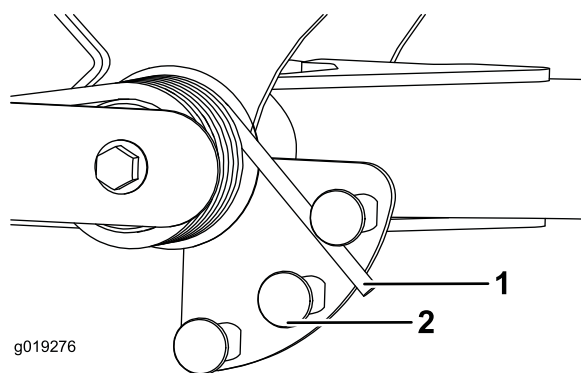

Figura 64
2. Inserite un tubo o un oggetto simile sull'estremità della molla lunga e giratelo attorno all'attuatore della molla nella posizione desiderata (Figura 64).